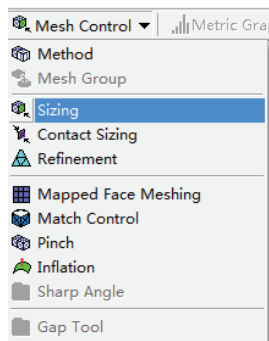
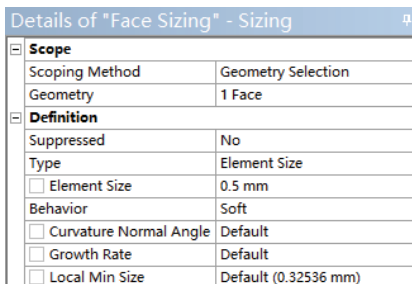

图 7-12 添加划分尺寸
图 7-13 设置划分尺寸
2) 在 Mesh 上单击右键, 选择 Insert>Sizing, 如图 7-12 所示。然后选择待划分的面体, 在细节窗口 Geometry 中单击 Apply 按钮, 在 Element Size 后设置单元尺寸为 0.5mm, 如图 7-13 所示。